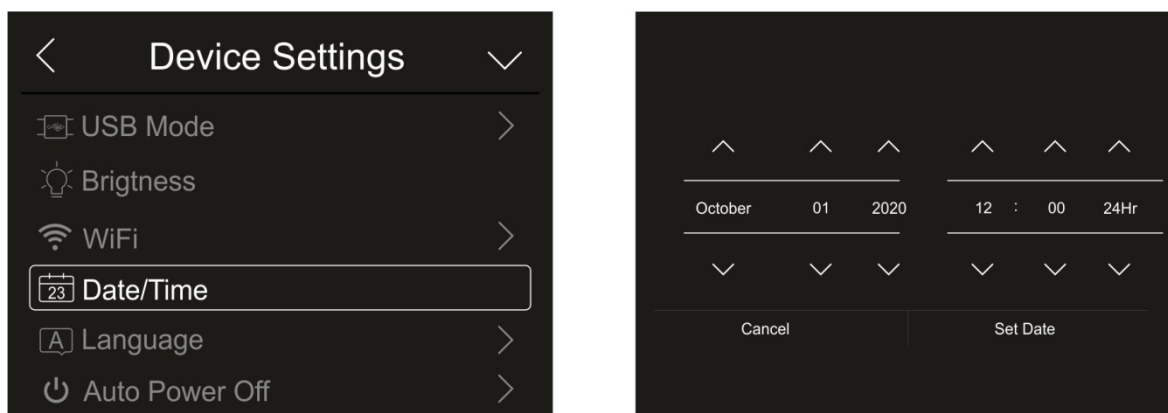

Fig. 16: Réglage de la date et de l'heure du système
1. Touchez l'élément «Date/Time» pour régler la date/heure du système. La page-écran de la Fig. 16 – partie droite s'affiche à l'écran :